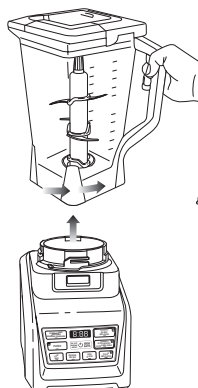

Fig. 9
- 14 Tournez le pichet dans le sens antihoraire pour l'enlever, et retirez-le ensuite de la base. (Fig. 9)